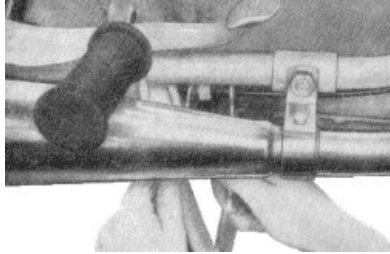

Bild 25. Nachstellen des Kupplungsseilzuges
2. eine Hohlschraube am rechten Rahmenunterzug, in welcher die Seilzughülle (Bowdenzughülle) endet. Nach dem Lösen der Gegenmutter kann durch Verdrehen der Hohlschraube der Seilzug nachgestellt werden (Bild 25).